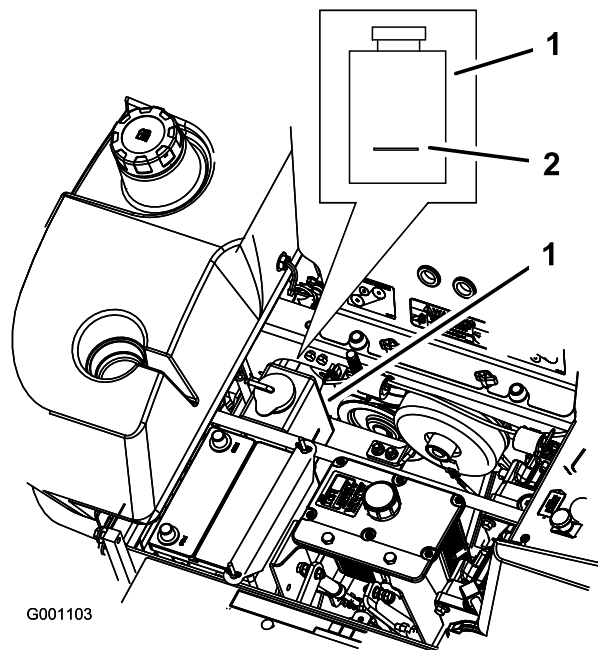

Figura 64
3. Con el motor frío, compruebe el nivel del depósito de expansión. El nivel de líquido debe llegar a la línea en relieve en el exterior del depósito de expansión (Figura 64).
4. Si el nivel de refrigerante es bajo, añada una mezcla al 50% de anticongelante de larga vida/Dex-Cool® y agua al depósito de expansión (Figura 64).
5. Añada la mezcla al 50% de refrigerante al depósito de expansión y llénelo hasta la línea marcada en el depósito (Figura 64).